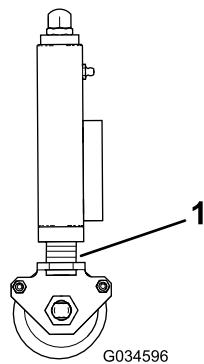

Figura 32
3. Observe los anillos indicadores para comprobar que todas las unidades de corte están ajustadas a la misma altura de corte (Figura 32).